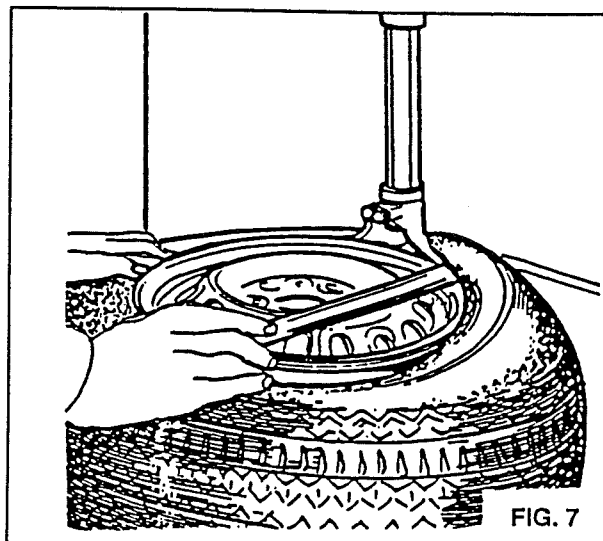

FIG. 7
With the Tire Lever held in this position rotate the Turntable IN A CLOCKWISE DIRECTION by depressing Pedal 511 until the upper tire bead is completely removed from the wheel rim. (fig. 7).
**NOTE - If the bead of a particularly "tough" tire tends to get down from the Mounting Head, before rotating the Turntable in clockwise direction, rotate it counter clockwise for some centimetres, holding the lever in position as per fig. 7.**
5. En utilisant le levier lève-talon 14, placez le talon sur l'ongle de la tourelle 329. Sans bouger le lève-talon, tourner l'autocentreur **DANS LE SENS HORAIRE** (à droite) en appuyant sur la pédale 511 tant que le talon supérieur n'est pas entièrement sorti de la jante (fig. 7).
**NOTA - Si le talon du pneumatique en caoutchouc particulièrement "dur" a tendance à descendre de la tourelle, avant de faire tourner le plateau autocentreur dans le sens horaire (à droite), il faut le faire tourner de quelques centimètres dans le sens inverse, en maintenant le levier en position comme indiqué par la fig. 7.**